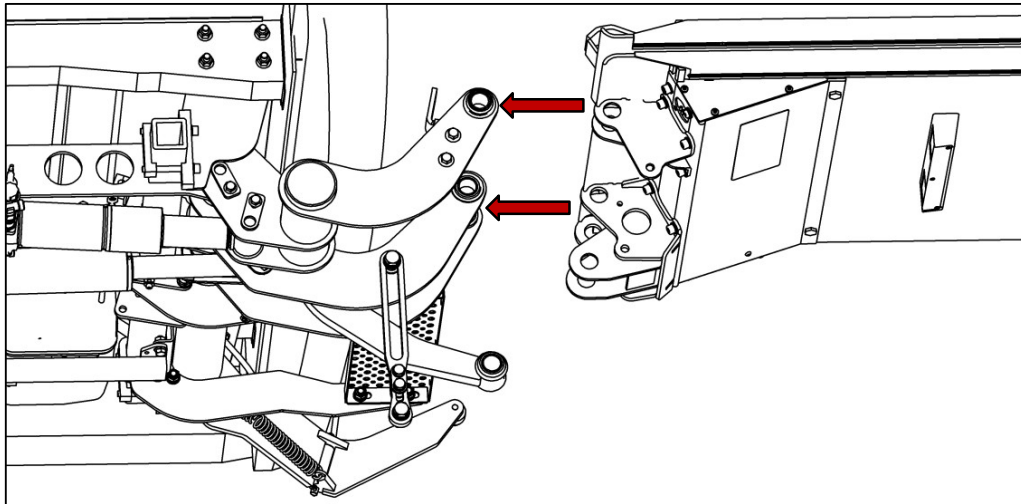

Fig. 59
- Alinee los puntos de apoyo superiores de la plataforma (puntos de fijación de la plataforma) con los puntos de apoyo del brazo oscilante (puntos de fijación superiores del mecanismo de elevación) (ver Fig. 59).